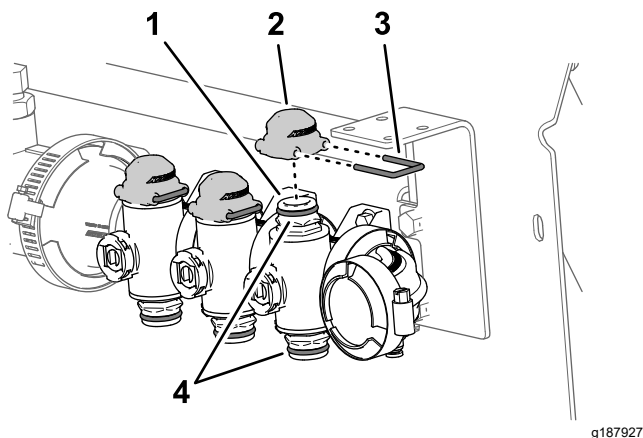

Figure 50
5. Lubrifiez les joints toriques supérieur et inférieur du coupleur rapide de la vanne du collecteur avec la graisse fournie avec le chapeau du coupleur rapide (Figure 50).
- Assemblez les 3 chapeaux sur les 3 raccords rapides des vannes du collecteur (Figure 50).
- Fixez les 3 chapeaux sur les 3 coupleurs rapides à l'aide des 3 étriers (Figure 50).